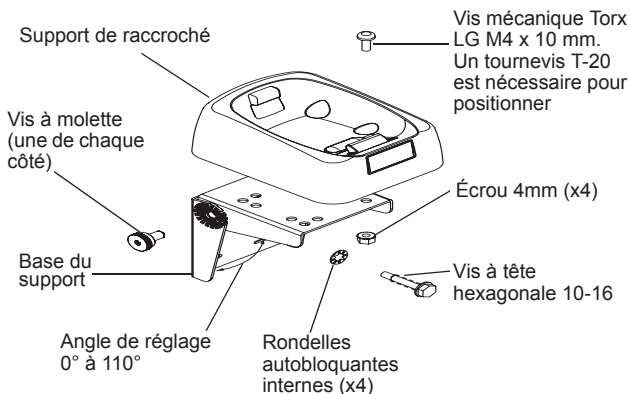

Figure 1 Support de fixation réglable
Après avoir choisi le lieu et la position d'installation, consultez la Figure 1 et suivez les instructions ci-dessous.
4. Placez le support de rattachement sur le support de fixation comme indiqué à la Figure 1. Fixez-le avec la vis mécanique M4 x 10 mm et l'écrou M4 fournis avec un tournevis à pointe hexalobée T-20 (Torx).